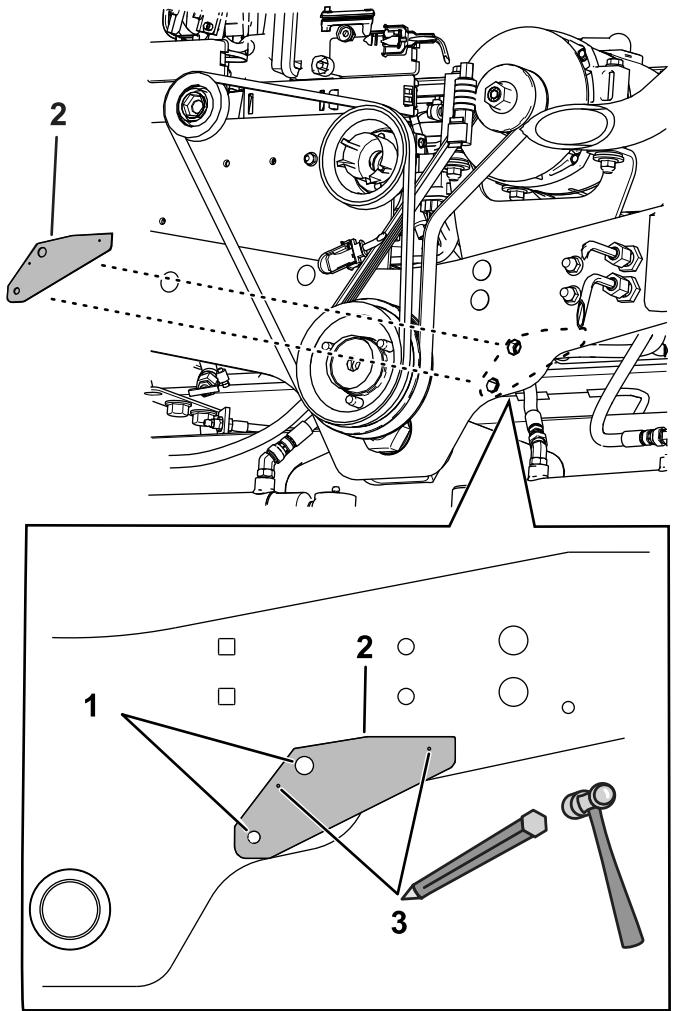

Figure 2
- Placez le gabarit sur le cadre en utilisant les trous identifiés par **1** sur la Figure 2.
- Avec un pointeau, marquez l'emplacement des trous identifiés par **3** sur la Figure 2.